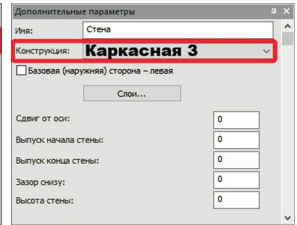

рис. 12
Далее задайте параметры стены (см. рис. 12) на панели **Дополнительные параметры** (в левом нижнем углу окна программы).
4. На панели **Дополнительные параметры** (рис. 12) в поле **Конструкция** выберите из списка значение **Каркасная 3**.